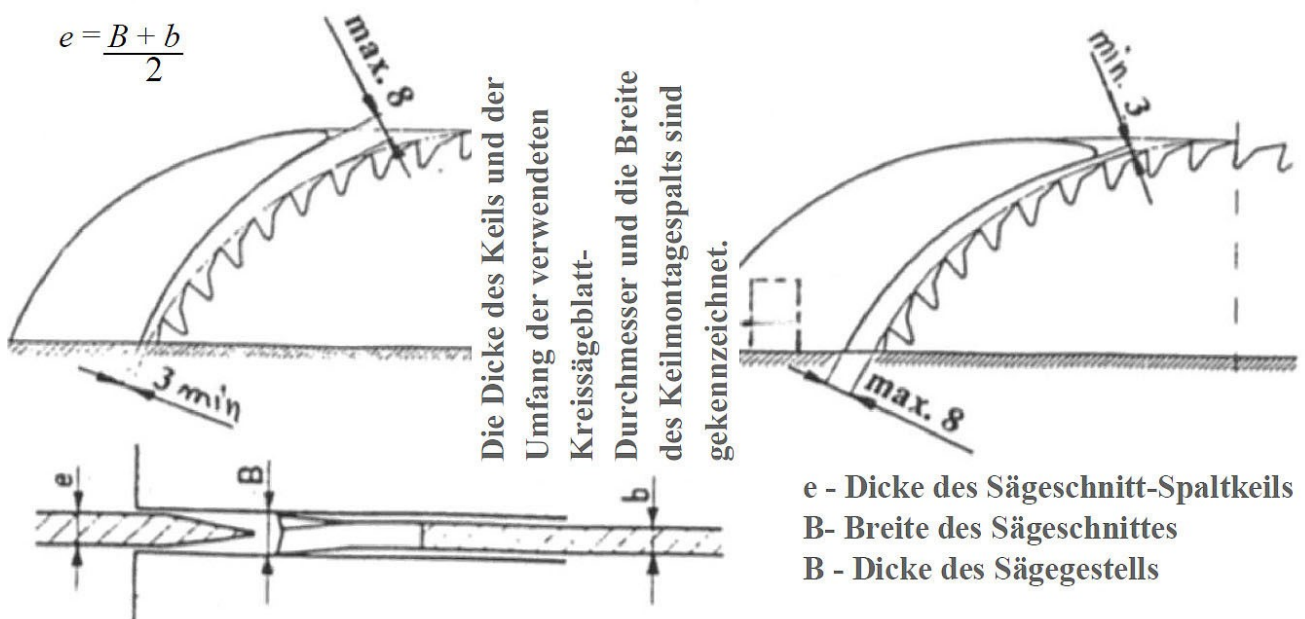

Abb.6-1: Spaltkeil einstellen
- Den Spaltkeil gemäß Abbildung 6-1 einstellen und kontrollieren, dass der Spaltkeil nicht mit dem Sägeblatt in Berührung kommen kann.